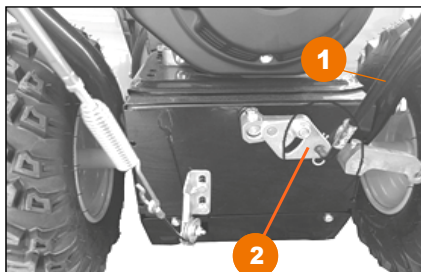

Рис. 3
- Подсоедините штангу рычага выбора передач (1) к кронштейну привода (2) расположенного в нижней части снегоуборщика и зашплинтуйте ее (Рис.3).